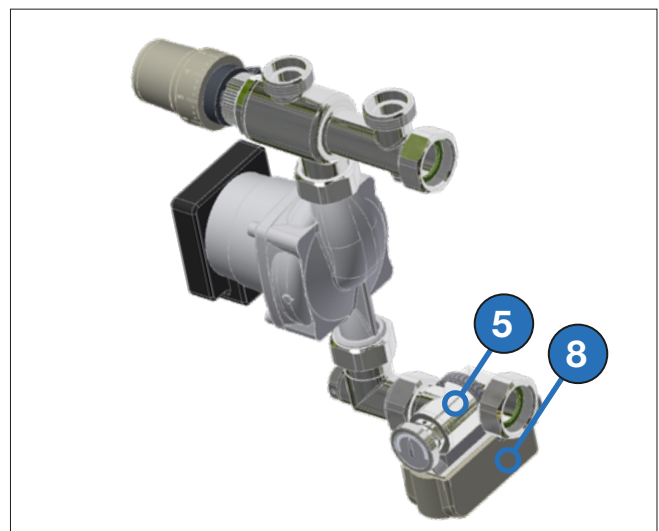

Fig. 8-2
2. Drej den excentriske skrue (5, Fig. 8-2)
3. Indstil temperaturbegrænseren (8, Fig. 8-2)